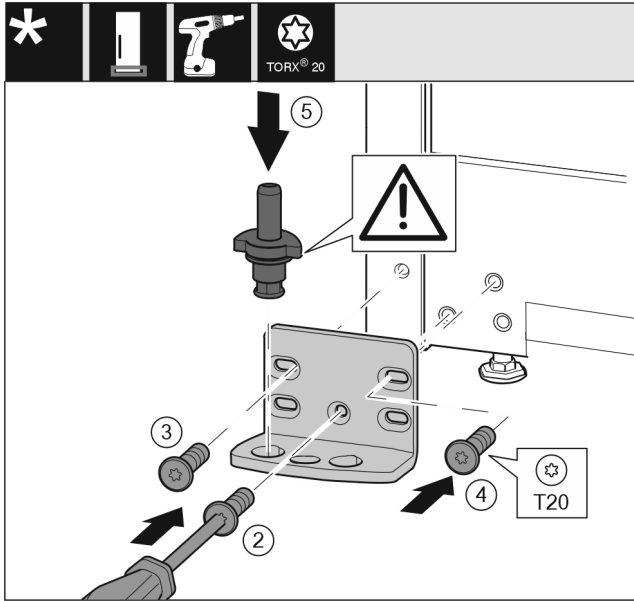

Fig. 18
- Sätt på lagerbocken på andra sidan och skruva fast den med hjälp av en skruvmejsel T20. Börja med skruv 2 längst ner i mitten. *Fig. 18 (2)*
- Dra åt skruvarna 3 och 4. *Fig. 18 (3,4)*
- Sätt in lagerbulten helt och hållet. Se till att låskammen är vänt bakåt. *Fig. 18 (5)*